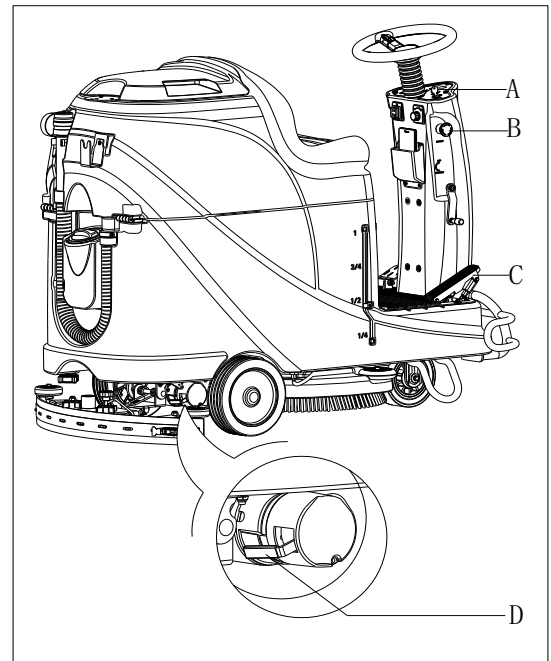

Abbildung 9
1. Drehen Sie den Schlüsselschalter (A, Abbildung 9) in die „EIN“ Stellung.
2. Drücken Sie das Beschleunigungspedal (C) leicht, lassen Sie es los, um zu prüfen, ob sich die Maschine nach vorne steuern lässt und stoppt.
3. Um sich der Sicherheit zu vergewissern, stellen Sie sicher, dass die Maschine durch das Drücken des Notschalters (B) sofort gestoppt wird. Drehen Sie den Notschalter, um ihn wieder einzustellen.
- Bremse gelöst -der Bremshebel (D, Abbildung 9) sitzt oben